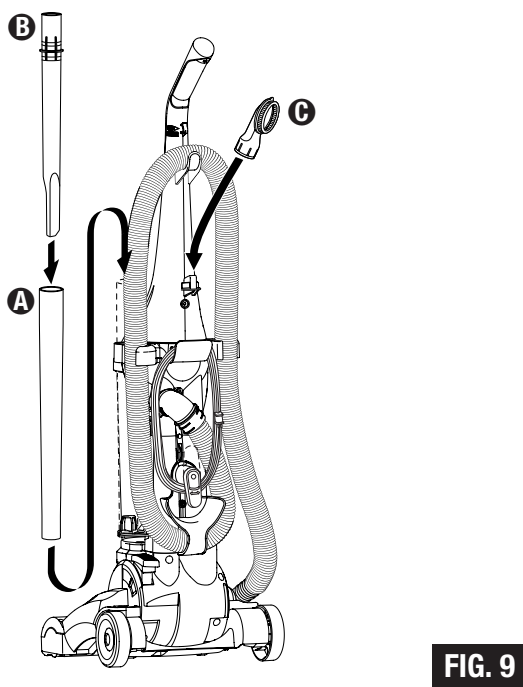

FIG. 9
Step 9: Place the wand/crevice **A/B** tool in the wand holder on the side of the vacuum. Store the dusting brush **C** on the brush holder on the back of the handle (FIG. 9).
Étape 9 : Placez la rallonge emboîtable **A/B** pour les fissures dans le support à rallonge sur le côté de l'aspirateur. Rangez la brosse à épousseter **C** sur le support à brosse situé à l'arrière du manche. (FIG. 9)
Paso 9: Coloque la vara/accesorio **A/B** para rendijas en el soporte de la vara en el costado de la aspiradora. Guarde el cepillo para sacudir el polvo **C** en el soporte del cepillo en la parte trasera de la manija. (FIG. 9)